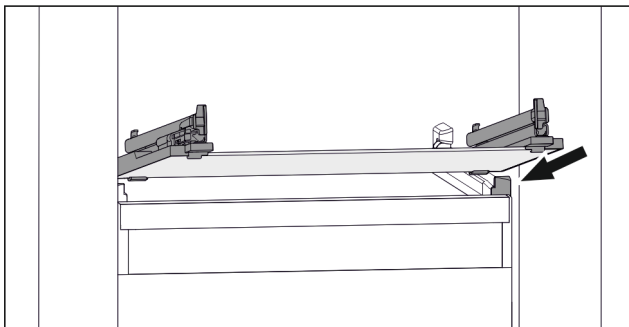

Fig. 115 Beispielhafte Darstellung der Glasplatte
- ▶ Glasplatte schräg hinter den Stopperrn aufsetzen. (zie Fig. 115)